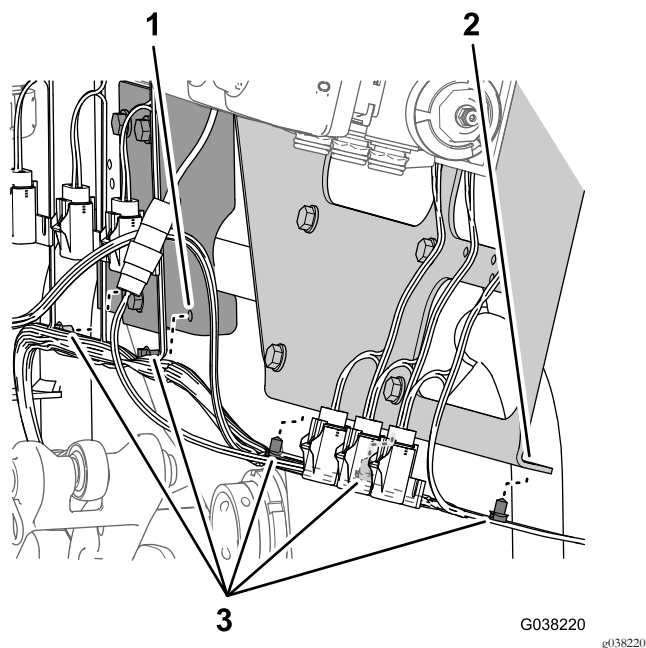

图50
4. 用 5 个推进式紧固件将机器线束固定至搅拌、喷洒率和主喷洒阀支架以及喷洒臂段阀支架上图50。